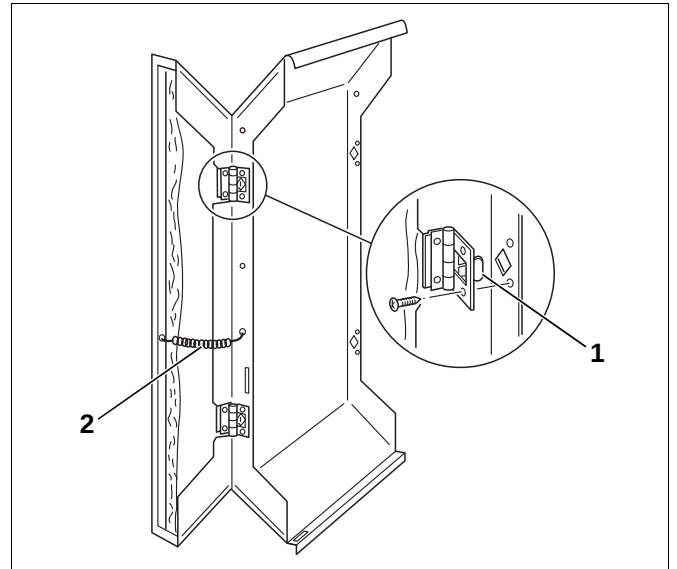

Abb. 51 Seitenwandklappen montieren
- Haken der Scharniere (Abb. 51, **Pos. 1**) an der Seitenwandklappe in die Ausstanzung der vorderen Seitenwand einhängen und mit Blechschrauben sichern.
- Zugfeder (Abb. 51, **Pos. 2**) in die Seitenwand und in die Seitenwandklappe einhängen.